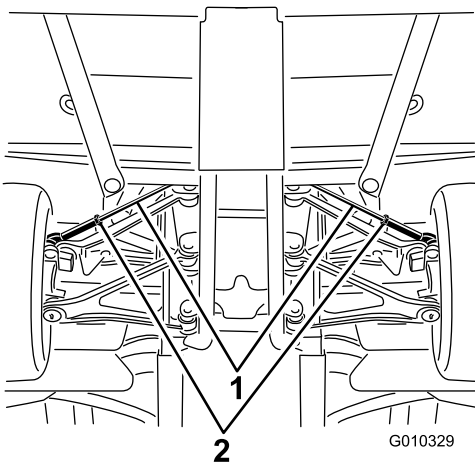

図 59
- A. タイロッドの中心についているジャムナットをゆるめる 図 59。